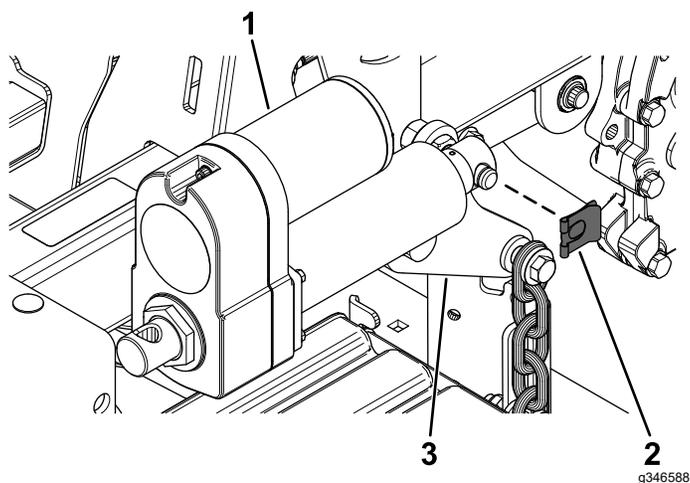

Figura 20
1. Sujete el actuador al brazo de elevación trasero con el clip (Figura 20).